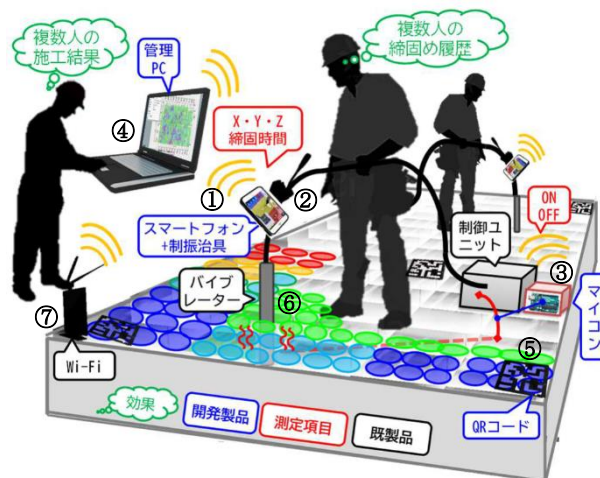

図 1 締固め AR 管理システム
締固め AR 管理システムは、①モーションセンサー内蔵のスマートフォン (以下、スマホ)、②バイブレーターにスマホを装着でき振動を制振する治具、③バイブレターの駆動電流を測定するマイコンコンピュータ (以下、マイコン)、④スマホやマイコンの記録情報を統合管理するパソコン (以下、管理 PC)、⑤施工グリッドを構築する QR コード、⑥コンクリートを感知して駆動するバイブレーターおよび⑦ローカルネットワークを構築する Wi-Fi ルーターで構成される (図 1)。バイブレターの自己位置はスマホにより計測され、スマホの座標が設定